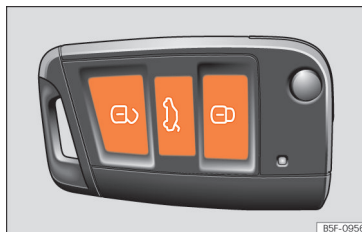

Fig. 51 Chave por comando à distância: teclas.
- Trancar: pressione o botão  »» **Fig. 51.**